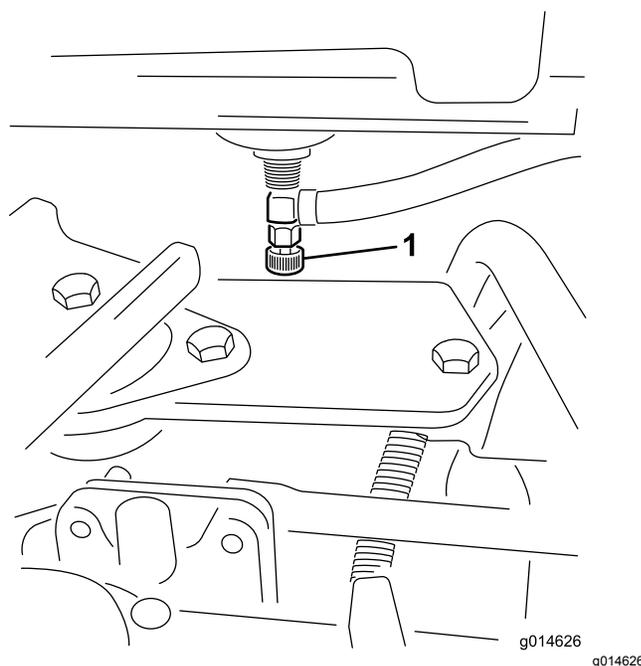

Figure 41
1. Fermez le robinet d'arrivée de carburant (Figure 41) situé au-dessous du réservoir de carburant.